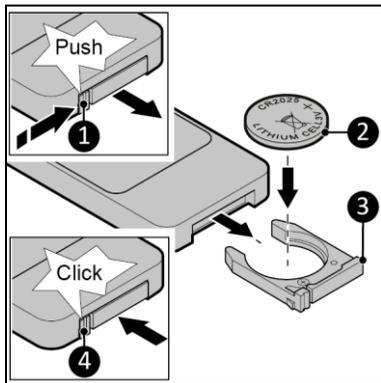

Figura 10
1. Apăsați clapeta (Figura 10, poz. 1) și scoateți compartimentul bateriei (Figura 10, poz. 3) din telecomandă.
2. Introduceți corect o baterie de tip CR2025, așa cum este indicat (Figura 10, poz. 2).
3. Glisați compartimentul bateriei înapoi până când clapeta se fixează în poziție (Figura 10, poz. 4).